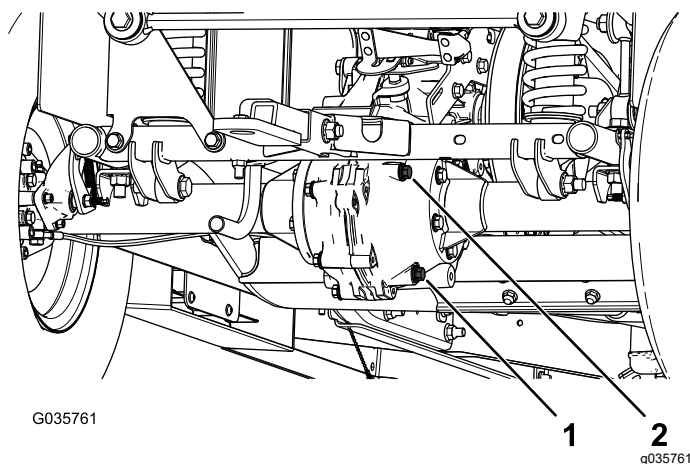

Figura 57
4. Retire el tapón de llenado del transeje (Figura 57).
5. Si el nivel de fluido es bajo, retire el tapón de llenado y añada fluido del tipo especificado hasta que salga del orificio (Figura 57).
1. Coloque un recipiente debajo del tapón de vaciado (Figura 57).
2. Retire el tapón de llenado y la junta (Figura 57).
3. Retire el tapón de vaciado y la junta, y deje que el fluido se drene completamente (Figura 57).